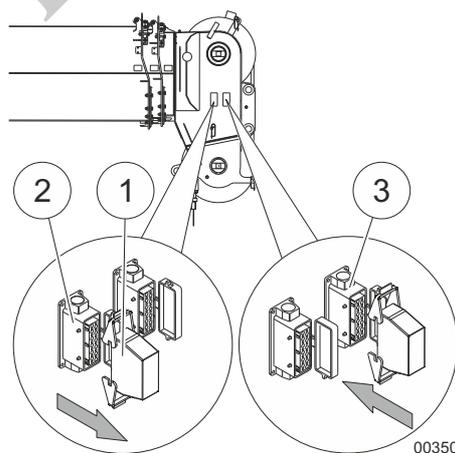

Fig. 194 Conexión del conector de anulación en la cabeza de la pluma telescópica
- 19 Retire el conector de anulación (1, Fig. 194) del receptáculo izquierdo (2, Fig. 194) en la cabeza de la pluma telescópica y conéctelo en el receptáculo derecho (3, Fig. 194).